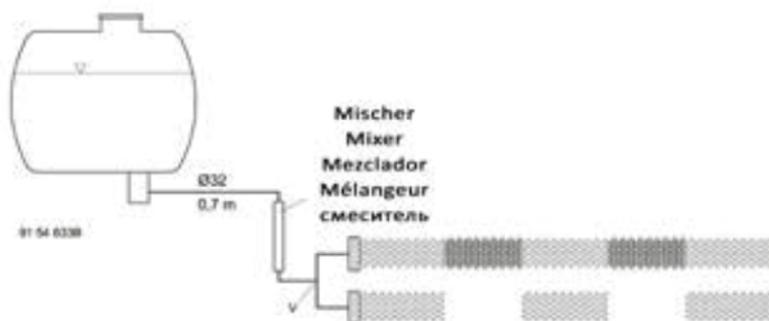

рис.1
- **Сильфонный насос (Fig 1 + 3):**
При открывании второго устройства нанесения разметки, например, при создании комбинации линий, показанной на рис. 1, требуется удвоенное количество материала. Это нельзя реализовать при использовании одного напорного резервуара, что подтверждают результаты измерения, полученные в ходе простого опыта (см. рис. 1 +2).
При повышенном расходе возрастает и сопротивление в системе трубопроводов до разветвления **V** (рис. 1), которое можно компенсиро-